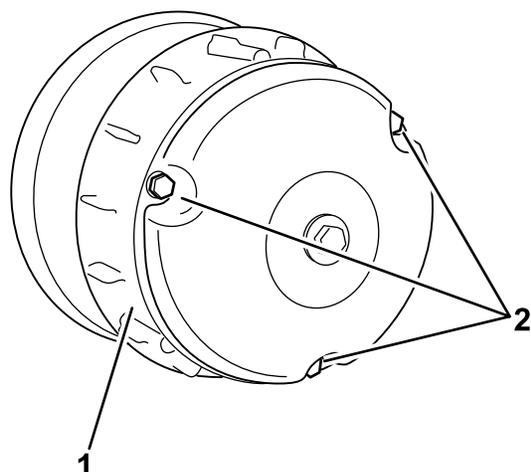

図 58
2. クラッチカバーのボルト3本を外してカバーを取る (図 58)。
4. クラッチカバーを元通りに取り付けて、ボルト3本 図 58 さきほど 2 で外したもので固定する。